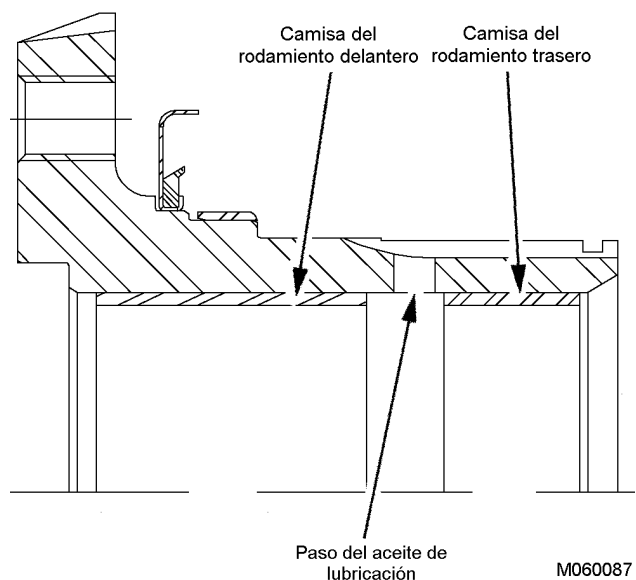

FIGURA 7-40.
- Presione la camisa (larga) del rodamiento delantero (44) con la herramienta (A) hacia el cubo de montaje del ventilador hasta que la herramienta toque la cubierta del cubo. Asegúrese de instalar el rodamiento correcto, ya que hay dos camisas de rodamiento, las que debe instalar en el punto adecuado del cubo para evitar restricciones en el paso de lubricante (consulte la Figura 7-40).